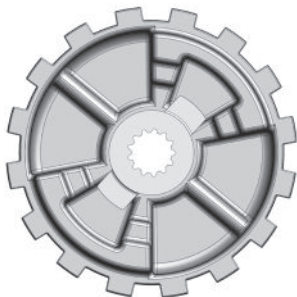

Figura 9 - Leva y Engranaje Inversor
Antes del montaje, inspeccione todas las piezas para detectar desgaste por uso excesivo, fisuras y deformaciones. Reemplace las piezas según sea necesario y a continuación vuelva a montar la unidad en el orden inverso al detallado más arriba. La leva (16) debe colocarse como se muestra más abajo (consulte la figura 9 - Leva y engranaje inversor) durante el montaje. El volante (18) debe rotarse a la derecha entre 90 y 135 grados antes de acoplarlo en las estrías del eje de propulsión (2). Esta acción cargará el resorte de torsión (17). Deben respetarse los pasos de montaje detallados más arriba para asegurar que el modo de cadena libre funcione adecuadamente una vez finalizado el montaje.